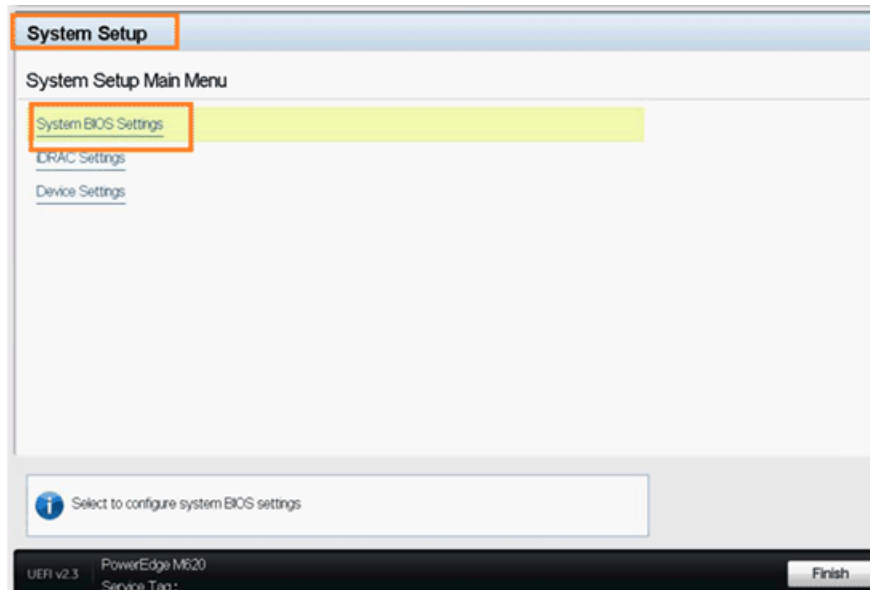

Abbildung 5-33. Dell System Setup
1. Drücken Sie während des POST auf F2, um das Dell System Setup-Menü zu öffnen, wie in Abbildung 5-33 dargestellt.